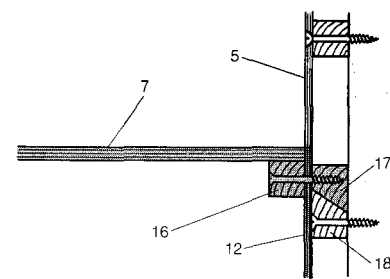

Fig. 1. Comment le cabinet est fixé au mur.
de gauche et de droite (10, 11). Collez et clouez la séparation, le dos (12) et le longeron (13) du buffet. Collez les tasseaux (16) et renforcez de vis tête fraisée N° 8 de 1½" passées de haut en bas. Biseautez le chant inférieur du tasseau de suspension (17) et le chant supérieur du tasseau (18) à des angles emboîtables de 45° (fig. 1). Fixez le tasseau de suspension au dos du buffet avec colle et vis N° 8 tête fraisée 2½" qu'on fait passer à travers le tasseau supérieur du buffet dans le tasseau de suspension. Recouvrez la bordure (3), le dessus du buffet (7), le longeron avant (13) et la porte (14) de